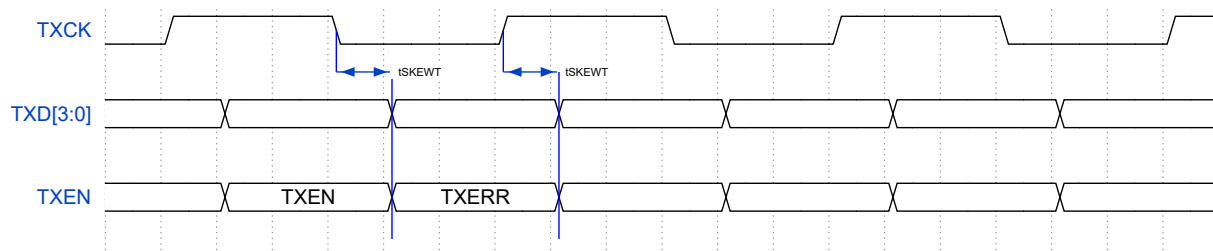
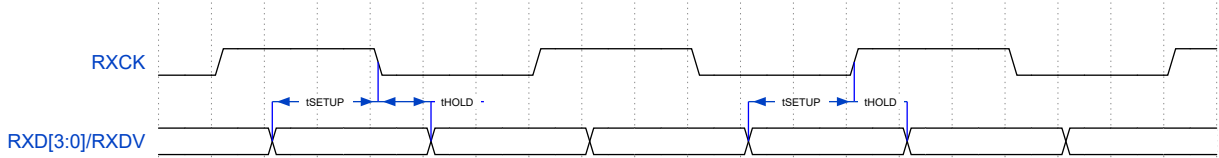

图 23: RGMII 发送信号时序图
图 24: RGMII 接收信号时序图
4.17.1.2 RGMII 接口 RGMII 接口对应时序如图 23,图 24和图 24。